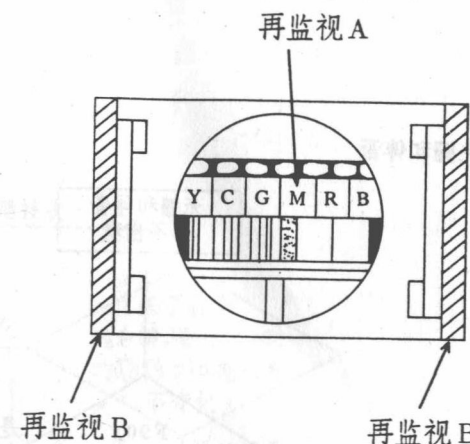

图16
②调节彩色控制电位器,以便使彩色饱和度为正常。
步骤: ①调节T 501及R 510,减少百叶窗形干扰,如图16所示调整彩色条部分;
②先调节R 510,使测试卡中的 $\pm(B-Y)$ 信号及 $(R-Y)$ 信号部分“爬行”为最小;
③调节T 501,使彩色条信号部分“爬行”为最小;
④上述调试要反复进行。